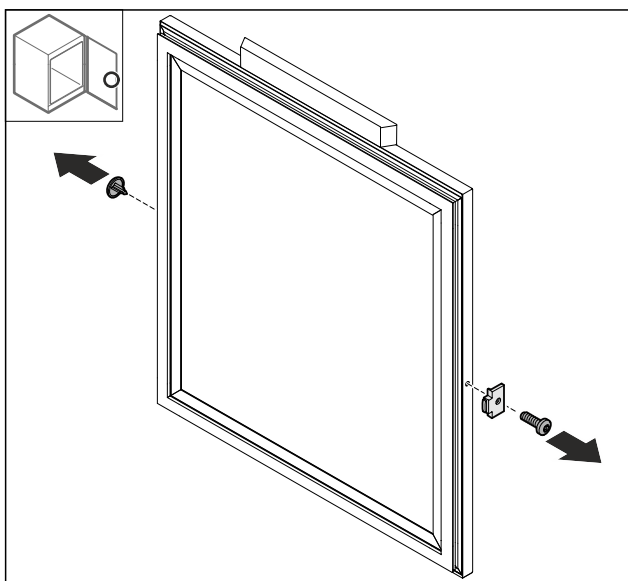

Fig. 75
- Odstraňte kryt Fig. 75 (1).
- Odmontujte dveřní zarážku Fig. 75 (2).